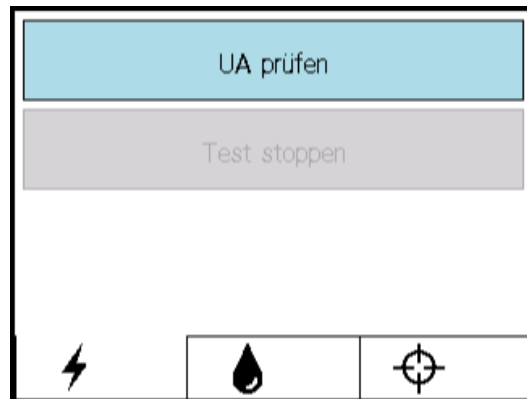
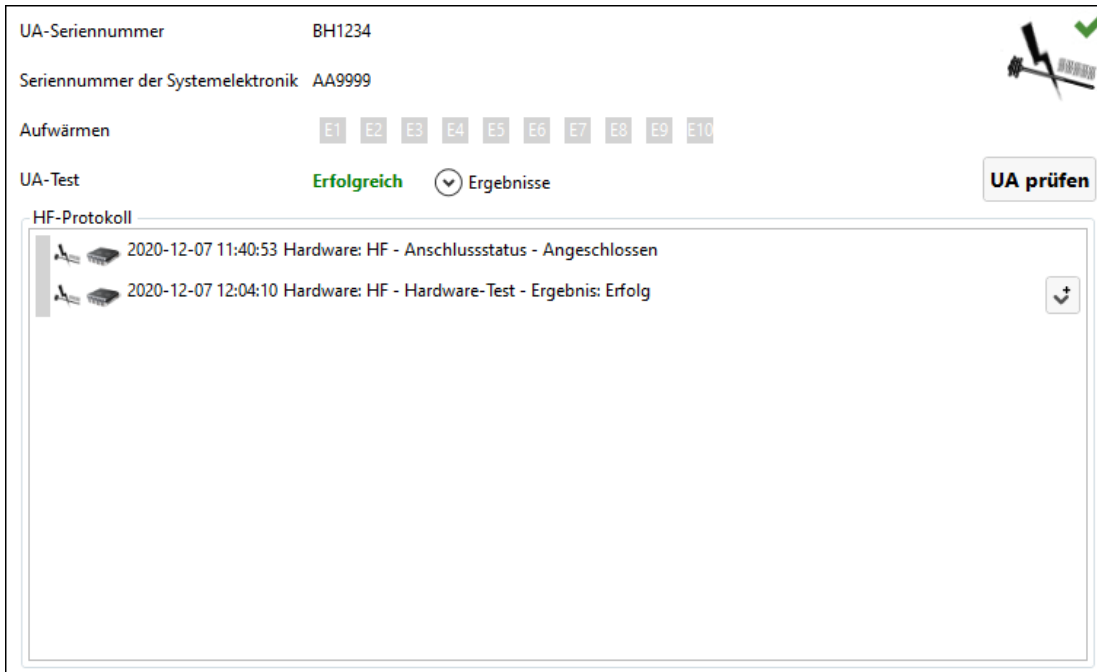

Abbildung 17: PSIB-Anzeige – Registerkarte „HF“
Abbildung 19: HF-Informationsbox nach erfolgreichem UA-Test
- Klicken Sie auf der Registerkarte **HF** der PSIB-Anzeige (*Abbildung 17*) oder in der HF-Informationsbox im Arbeitsbereich *Einrichtung* (*Abbildung 18*) auf **UA prüfen**. Das System sendet kurze Leistungspakete an alle zehn UA-Elemente, um Kontinuität und Funktion aller zehn Kanäle sicherzustellen.
Nach Abschluss des HF-Leistungstests zeigt die PSIB eine kurze Meldung an (Abbildung 17). Detaillierte HF-Testergebnisse finden Sie in der HF-Informationsbox der TDC (Abbildung 19).